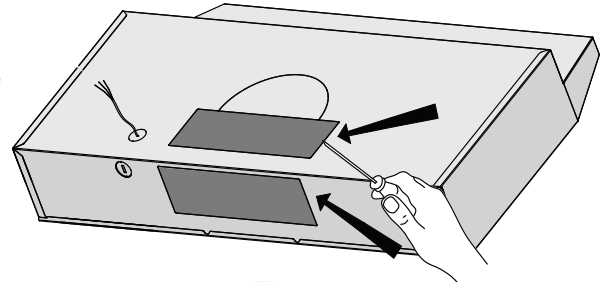

Figure 4
- Selon l'option de ventilation extérieure choisie (voir page 10), sortez le panneau d'acier soit sur le haut ou à l'arrière de la hotte (voir figure 4).